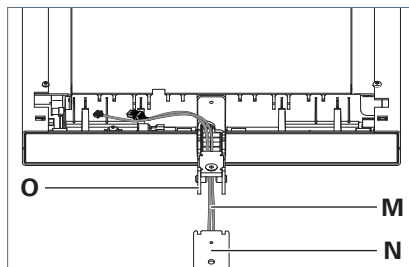

Fig. 6: Monter la tête du luminaire sur le tube porteur.
- Introduisez les câbles **M** par le bas dans le bras de support **O** sur la tête du luminaire et enfoncez le bras de support entièrement dans le tube porteur **N**, voir Fig. 6.